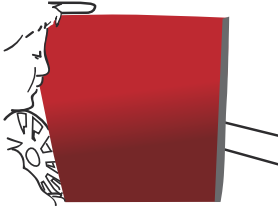

Abbildung 07
- › Das gesamte Abdeckpapier abziehen. (Abb. 07)